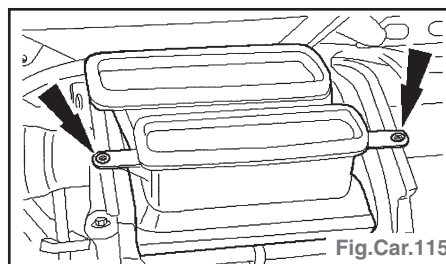

Fig.Car.115
- Déposer la gaine d'air du boîtier de radiateur de chauffage (Fig.Car.115).